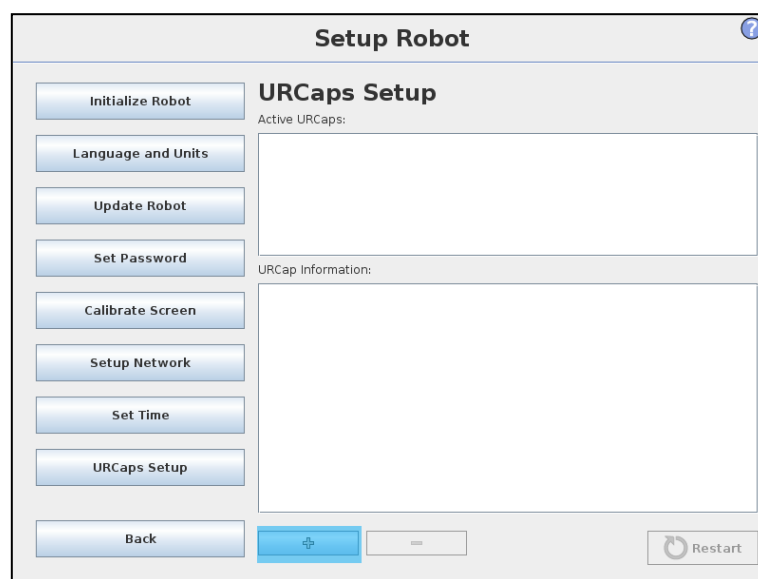

图 5.3 插件添加
3. 进入 UR 插件设置页面，点击 **+号键** 添加机器人手爪使用的插件。如图 5.3 所示。